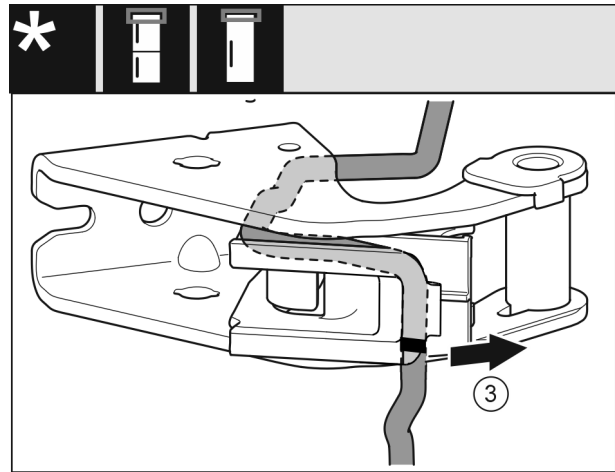

Fig. 27
- Demonter ledningen med ledningsholderen fra lagerbrakketten. Fig. 27 (3)